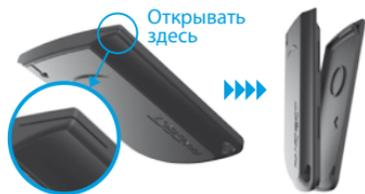

рис.1
- соблюдая осторожность, раскройте корпус радиометки (рис. 1);